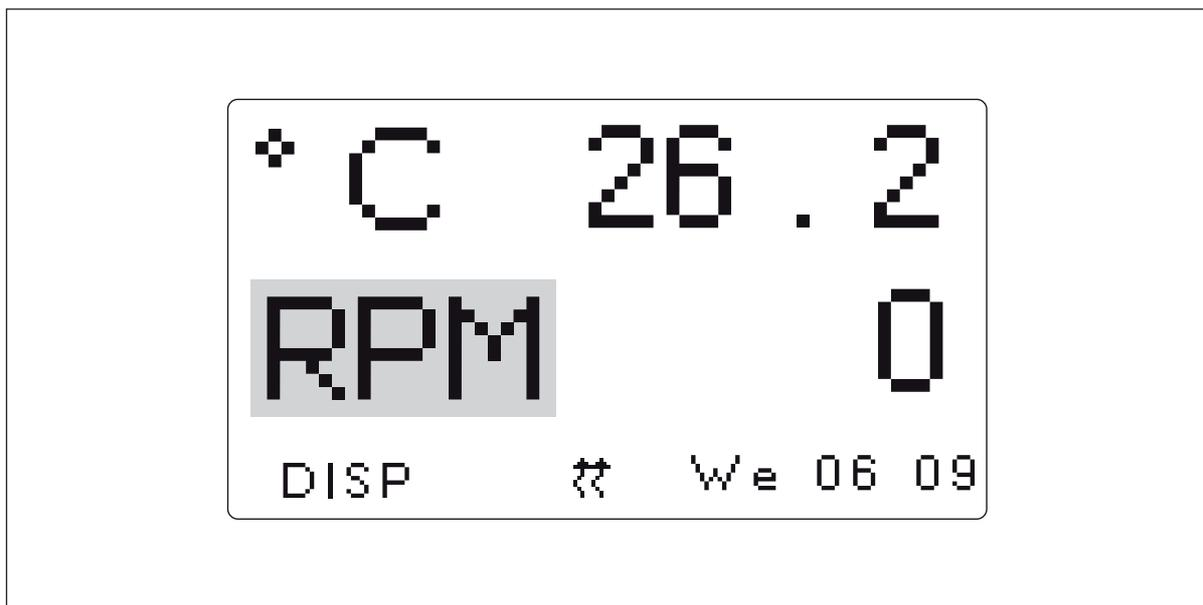

Fig. 5-2: Sostituzione del parametro visualizzato
1. Evidenziare con la manopola di controllo il parametro che si desidera sostituire. In questo esempio si sostituirà **RPM** (vedi Fig. 5-2 a pag. 46).